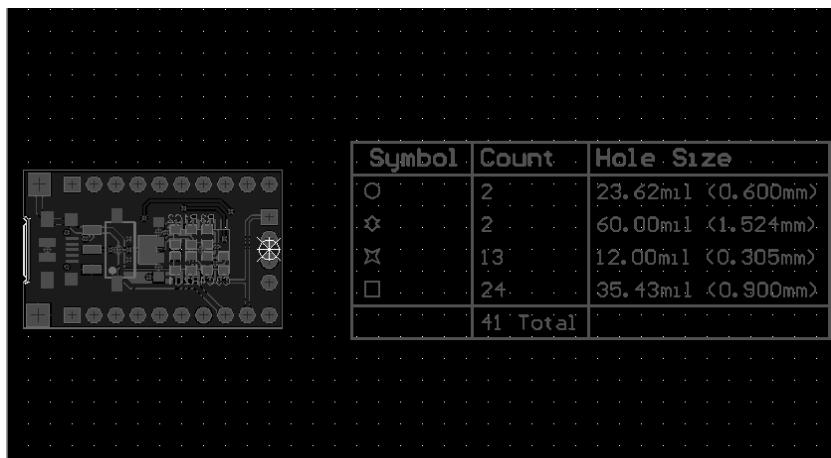

图 13-64 Gerber 文件输出效果预览
(6) Gerber 文件输出效果预览如图 13-64 所示。